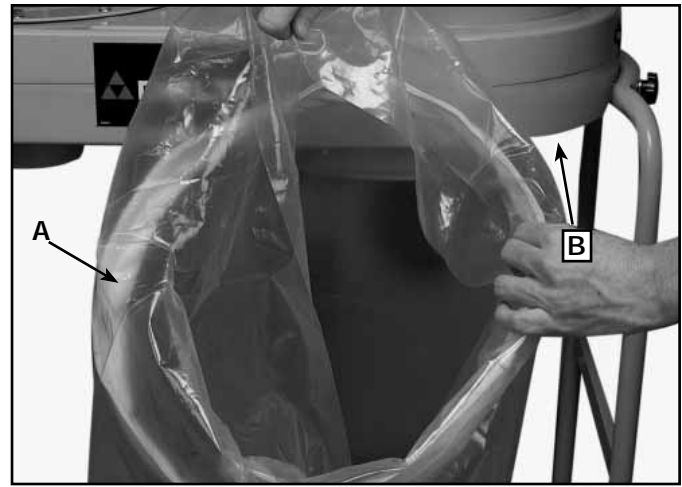
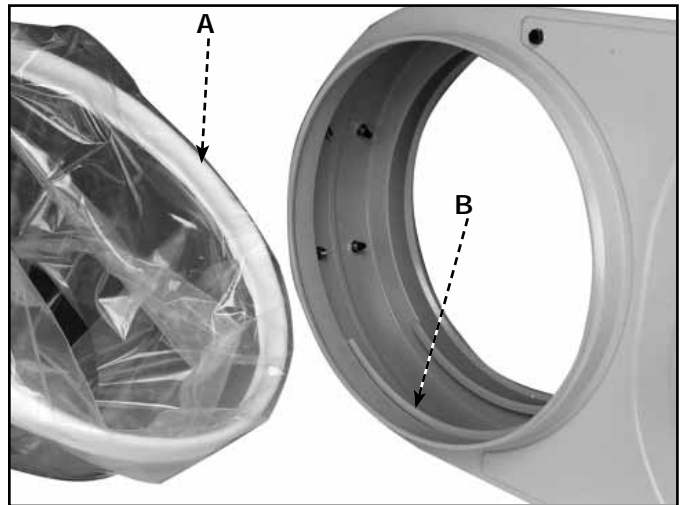

Fig. 8
Fig. 9
1. Tome el anillo de retención para bolsa cubierto de tela (A) Fig. 8 y colóquelo dentro de la abertura de la bolsa plástica transparente para recolección de polvo. Pliegue aproximadamente 152,4 mm (6 pulgadas) de la bolsa hacia abajo y alrededor del anillo de retención.
2. Coloque la bolsa en el orificio grande (B) Fig. 8 en el conjunto de motor y soplador y calce bien el anillo de retención (A) Fig. 8 y (A) Fig. 9 en la ranura inferior (B) Fig. 9. Es necesario doblar y plegar el anillo para que calce en su lugar.
5. Coloque el extremo abierto de la bolsa de filtro dentro de la ranura superior del tambor del recolector de polvo hasta que quede seguro y sellado. (De manera similar a como se insertó el anillo interior de la bolsa inferior, Fig. 9. Será necesario doblar y plegar el anillo interior de retención para bolsa a fin de que calce en su lugar.